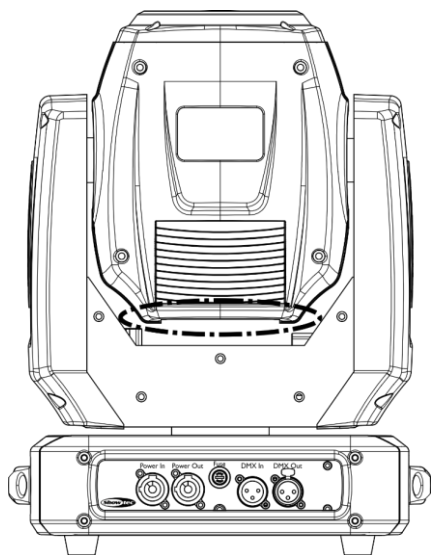

Fig. 03
- 02) Togliere le 4 viti di alloggiamento della lampada sul retro della testa mobile (fig. 03).